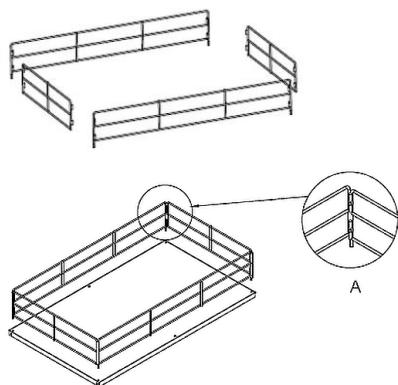

Fig. 1
1. D'abord, fixer les rambardes à la tablette supérieure. Raccorder les rambardes à l'aide des boulons (fig. 1 A).